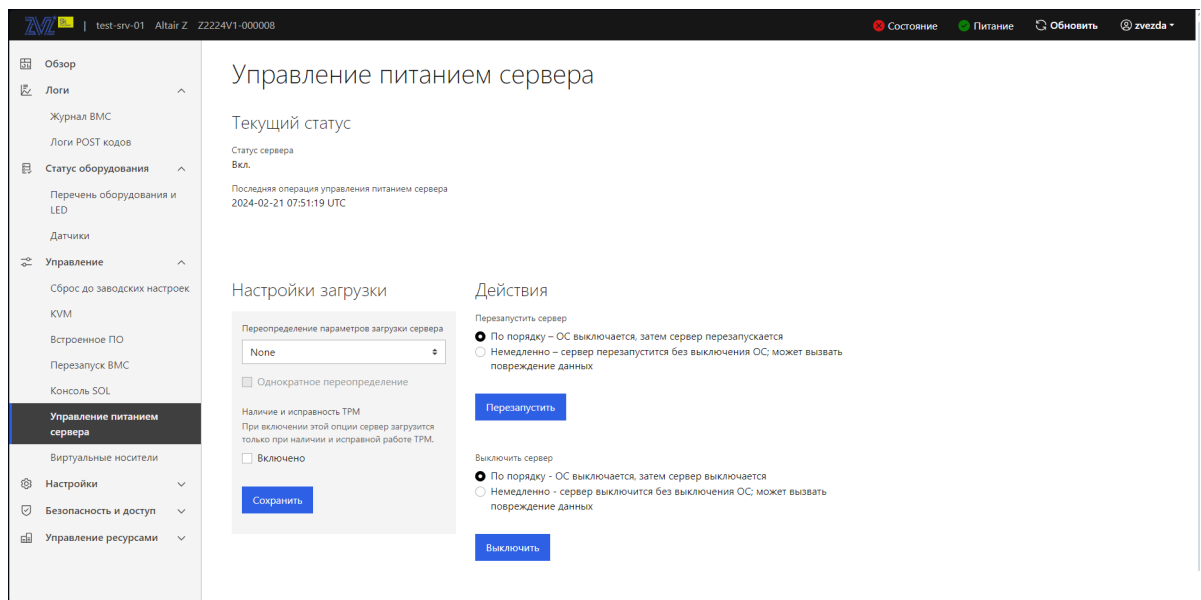

Рис. 86. Окно «Управление питанием сервера»
- 6) Пройдите во вкладку «Управление» → «Управление питанием сервера» в данной вкладке отображается текущий статус сервера, осуществляется удаленное управление питанием сервера. Во вкладке «Действия» осуществляется перезагрузка сервера или его выключение. Окно показано на рис. 86 Окно «Управление питанием сервера»